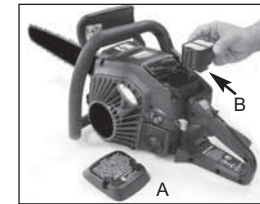

рис. 14
1. Снимите верхнюю крышку (A) и извлеките воздушный фильтр (B) (рис. 14).